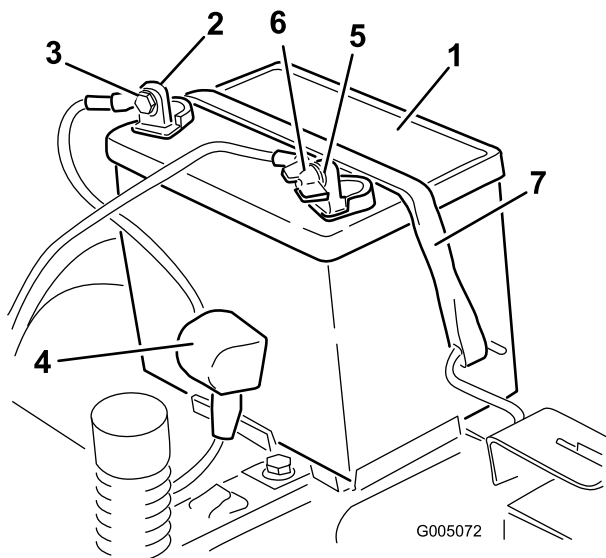

Figura 42
- Desligue o cabo negativo (preto) do pólo da bateria (Figura 42).
- Desligue o cabo positivo (vermelho) do pólo da bateria (Figura 42).
- Retire o suporte da bateria (Figura 42) e levante a bateria para a retirar da respetiva plataforma.
- Posicione a bateria no tabuleiro (Figura 42).
- Prenda a bateria ao suporte (Figura 42).